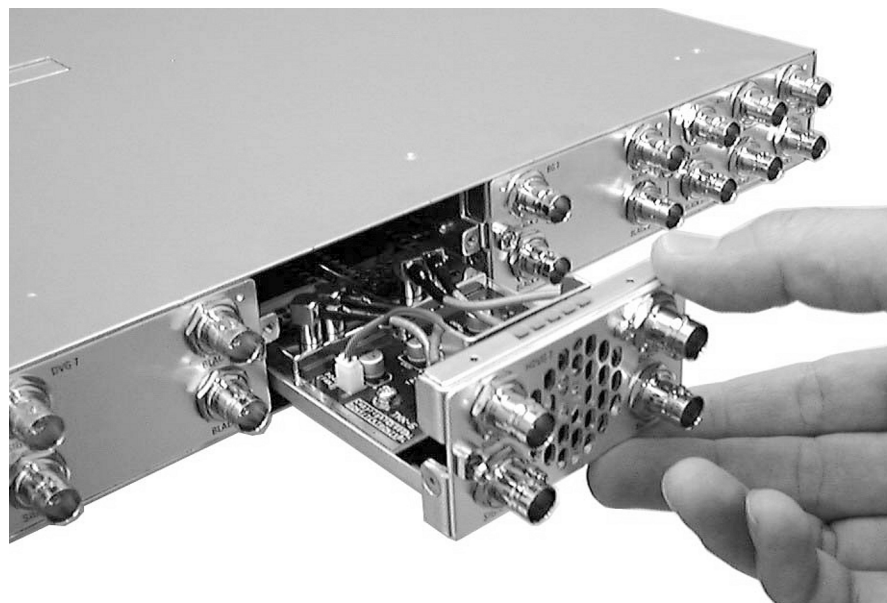

図3：モジュールのインストール
4. モジュールの向きに注意して、モジュールをスロットに挿入します。図3を参照してください。